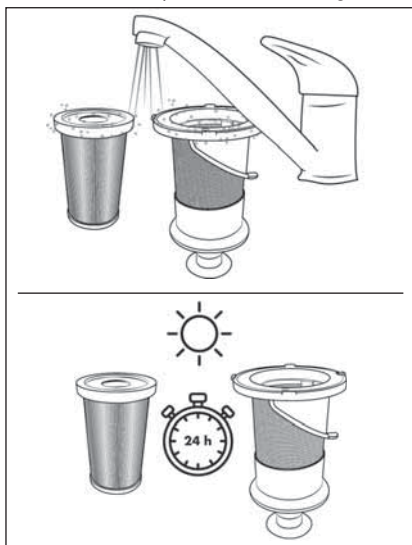

Fig. 22
- 5) Rincez le filtre EPA **5** et le filtre en acier inoxydable **6** sous l'eau froide ou tiède. Laissez le filtre EPA **5** et le filtre en acier inoxydable **6** sécher complètement à l'air avant de les replacer dans le bac à poussière **7** (voir fig. 22).